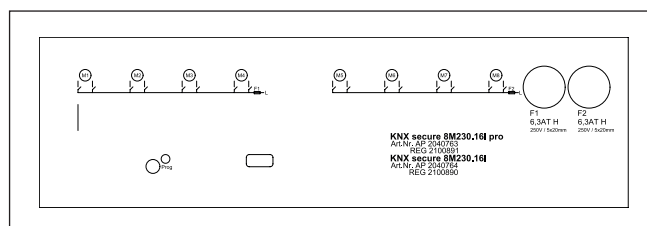

Fig. 2 Vue d'appareil
A cet effet, une touche Prog pour la programmation et un affichage LED sont disponibles à la fois dans l'application et sur le clavier (reportez-vous à Fig. 2).
- Appuyez sur la touche de programmation dans l'application ou sur l'appareil (Fig. 2), afin que l'appareil passe en mode de programmation. Lorsque le mode de programmation est activé, la LED rouge s'allume. La programmation est effectuée via l'ETS sur l'ordinateur. Ce logiciel quitte le mode de programmation automatiquement. La LED rouge s'éteint.